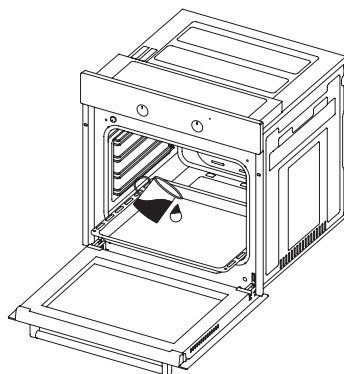

Figure 1
2. Versez un demi-litre d'eau dans la lèchefrite comme sur la figure 1